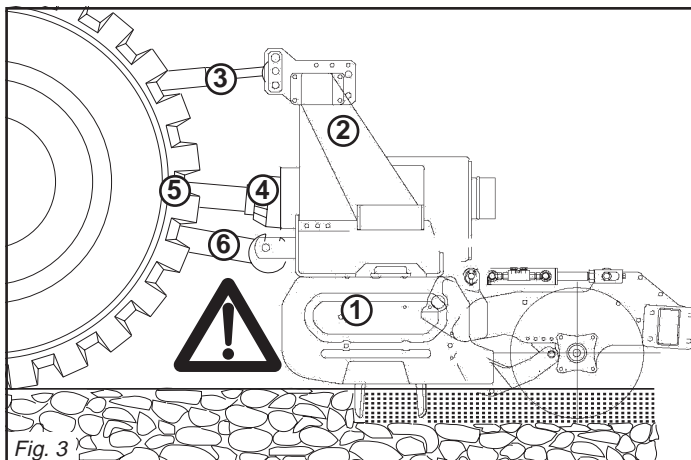

Fig. 3
- 28)** È assolutamente vietato interpersi tra il trattore e la macchina (Fig. 3) con motore acceso e cardano inserito nonché senza aver azionato il freno di stazionamento ed aver inserito, sotto le ruote, un ceppo o un sasso di bloccaggio. Mantenersi ad una distanza di sicurezza dalla macchina in lavoro, per possibili lanci di corpi contundenti.
- 32)** È assolutamente vietato interpersi fra il trattore e l'attacco della macchina per manovrare il comando dall'esterno per il sollevamento (Fig. 3).
- 28)** It is absolutely forbidden to stand between the tractor and the implement (Fig. 3) when the engine is running and the cardan shaft is engaged without having first engaged the hand brake and placed a block or stone under the wheels to prevent them from moving.
- 32)** It is absolutely forbidden to stand between the tractor and the implement when manoeuvring the lift control from the outside (Fig. 3).
- 28)** Es ist absolut verboten, bei laufendem Motor und eingeschalteter Gelenkwelle zwischen den Schlepper und das Gerät zu treten (Abb. 3). Dazu muß die Feststellbremse gezogen werden und unter die Räder ein Bremskeil oder ein großer Stein gelegt worden sein. Achten Sie bei der Arbeit mit der Häckselmaschine auf den nötigen Sicherheitsabstand aufgrund der Auswurfgefahr stumpfer Gegenstände.
- 32)** Es ist absolut verboten, zwischen den Schlepper und den Anschluß zu treten, um die Aushebung von außen zu betätigen (Abb. 3).
- 28)** Il est absolument interdit de se mettre entre le tracteur et l'appareil (Fig. 3) quand le moteur est en marche et le cardan enclenché, sans avoir tiré le frein de stationnement et bloqué les roues avec une cale ou un caillou. Se tenir à une distance de sécurité du broyeur en fonctionnement, à cause du lancement possible d'objets contondants.
- 32)** Il est absolument interdit de se mettre entre le tracteur et l'attelage pour manoeuvrer la commande de relevage de l'extérieur (Fig. 3).
- 28)** Está terminantemente prohibido colocarse entre el tractor y el equipo (Fig. 3) con motor encendido y cardán inserido, o sin haber accionado el freno de estacionamiento y de colocar, debajo de las ruedas, una piedra u otro elemento de bloqueo. Manténgase a una distancia de seguridad del triturador durante el trabajo, porque puede proyectar objetos.
- 32)** Está absolutamente prohibido colocarse entre el tractor y el enganche para maniobrar el mando desde el externo en la fase de elevación (Fig. 3).